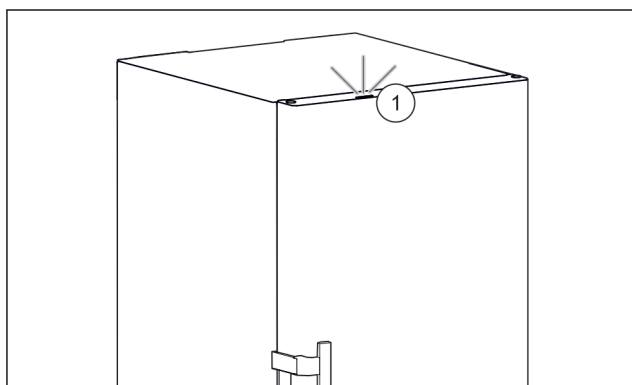

Fig. 56 Aktywna kontrolka statusu przy zamkniętych drzwiach
- ▶ Kontrolka statusu Fig. 56 (1) jest aktywna.